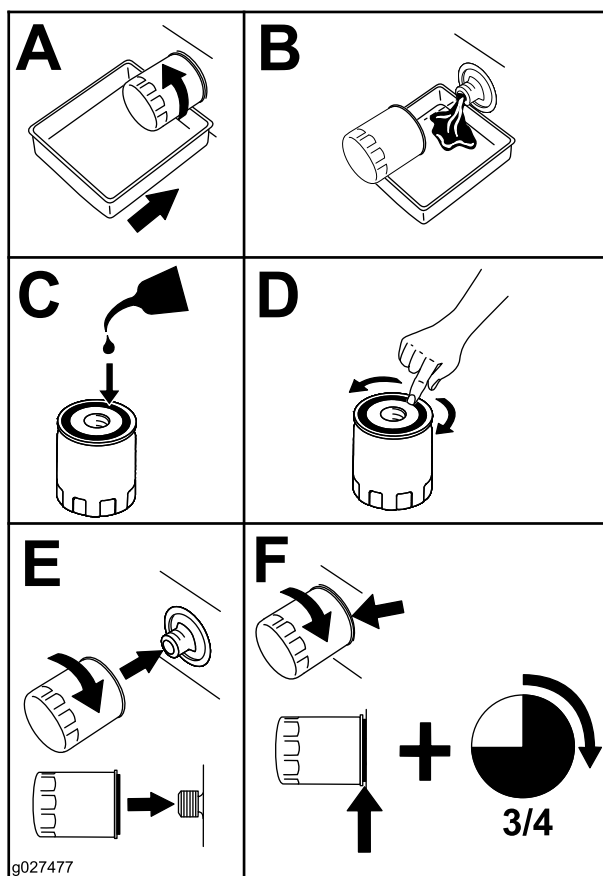

Рисунок 34
4. Замените масляный фильтр (Рисунок 34).